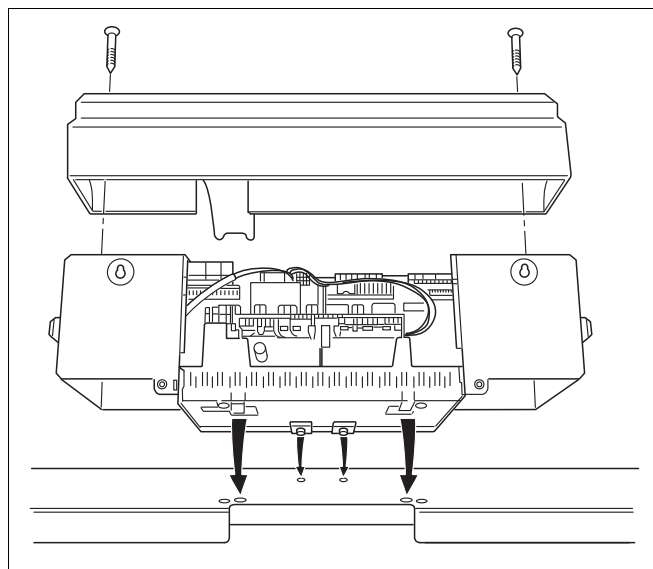

Рис. 17 Монтаж системы управления
- Выверните два винта сверху из крышки клеммного щитка и снимите крышку (рис. 17).
- Установите систему управления так, чтобы передние крюки вошли в овальные отверстия, сдвиньте систему управления вперед и потом откиньте назад до защелкивания обоих упругих крюков справа и слева (стрелка рис. 17).
- Установите крышку клеммного щитка и закрепите ее 2 винтами (рис. 17).